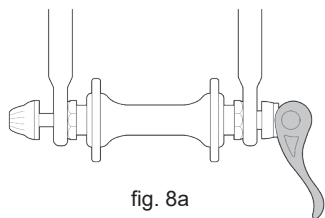

fig. 8a
2. Con la forcella del manubrio in posizione frontale, inserire la ruota in mezzo ai bracci della forcella in maniera tale che l'asse sia collocata solidamente all'interno dei forcellini. La leva, se presente, deve trovarsi sul lato sinistro della bicicletta (fig. 8a). Se la bicicletta presenta un meccanismo secondario di bloccaggio di tipo clip-on, innestarlo.
3. Se è presente un meccanismo tradizionale a leva, tenendo la leva nella posizione APERTO con la mano destra (fig. 11b), stringere contro il forcellino il dado per regolare la tensione con la mano sinistra senza utilizzare attrezzi (fig. 8a). Se è presente un sistema con leva e stelo: il dado e lo stelo avranno effettuato lo scatto all'interno dei forcellini della forcella e non richiederanno ulteriori regolazioni.